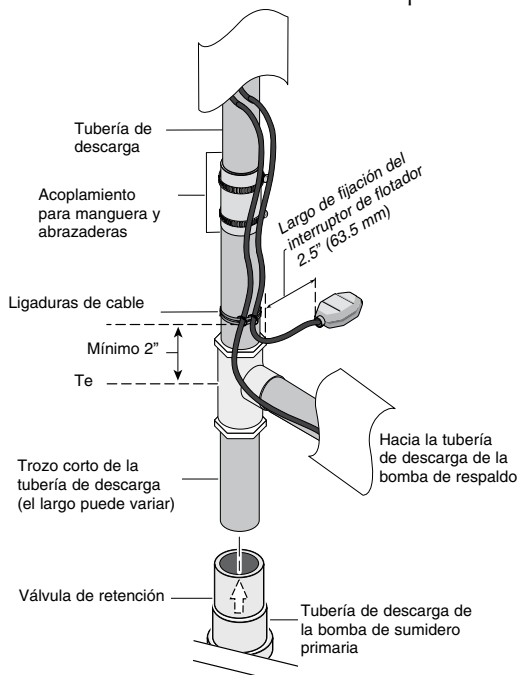

Figura 6 – Largo de fijación del interruptor de flotador y tubería de descarga de la bomba de respaldo
- Instale un trozo corto de tubería en la parte superior de la válvula de retención en la descarga de la bomba primaria. Consulte la Figura 6.
- Coloque la unidad del interruptor de flotador (Clave No. 7) flojamente en la tubería de descarga con las ligaduras de cable (Claves No. 7A & 7B). Consulte la Figura 6. Debe quedar aproximadamente 2.5" (63.5 mm) de longitud de cordón entre el flotador y la abrazadera. No apriete las ligaduras de cable. Es posible que requiera ajustes más tarde.
- Coloque la unidad del interruptor de flotador de la bomba de respaldo (Clave No. 7) flojamente en la tubería de descarga con las ligaduras de cable (Claves No. 7A & 7B). Consulte la Figura 6 en la Página 34. Debe quedar aproximadamente 2.5" (63.5 mm) de longitud de cordón entre el flotador y la abrazadera. No apriete las ligaduras de cable. Es posible que requiera ajustes más tarde.